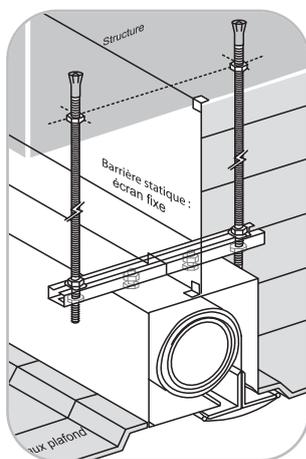

Fig. 21
- Par suspension à l'aide de tiges filetées (Fig. 21).